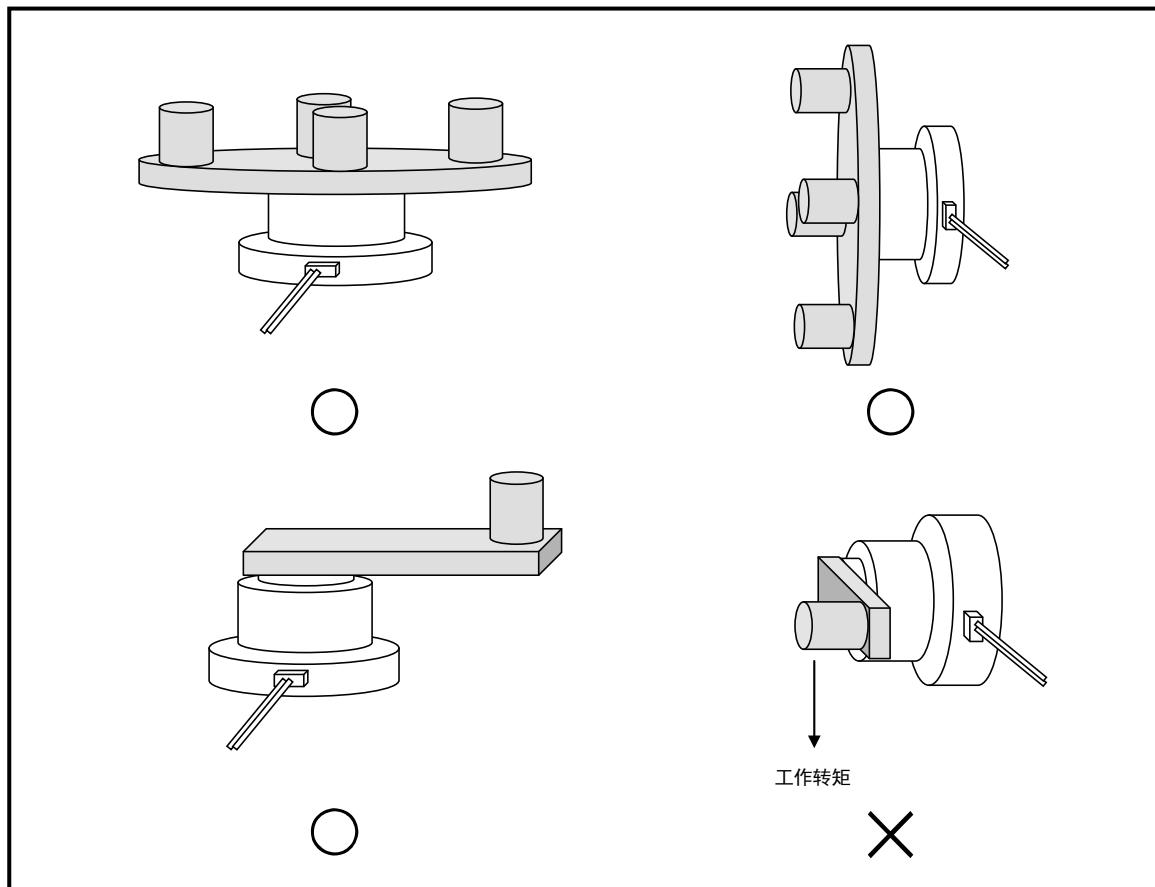

图 4.4 工作转矩的作用
- ◆ 如图 4.4 所示，在工作转矩（外部所施加的使作动器的输出轴发生转动的力矩）起作用的情况下，无法进行自动增益调整。此时，也请以手动方式调整增益。